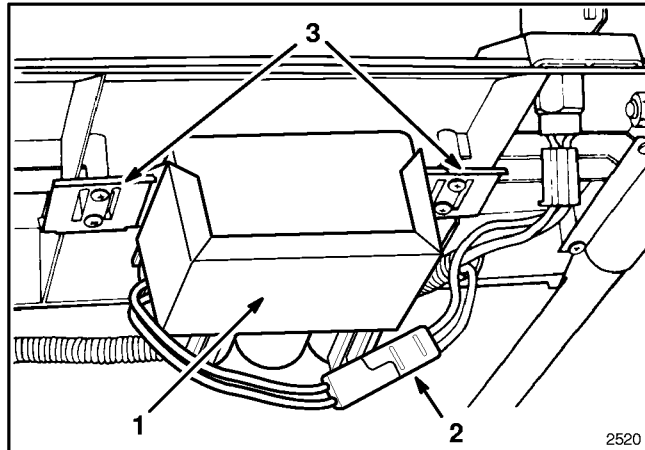

Abbildung 27
1. Motor abstellen und Kabelbaum von Batterieanschlußklemme trennen (Abb. 27).